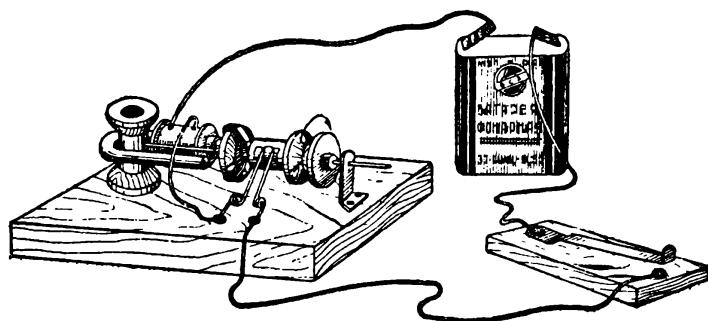

Рис. 116. Электромотор.
На рис. 116 показан самый простой электромотор, его действие познакомит вас с общим принципом, положенным в основу работы настоящих больших электромоторов.
Из балалаечной струны или другой подходящей проволочки изготовьте две щетки (6). Их устройство показано на рис. 116 и 117. Пружинку щетки изогните вокруг 2—3-миллиметрового гвоздика. Если не сумеете сделать такие щетки, то можно заменить их жестяными (рис. 70).
мотора (рис. 116). Прежде всего установите на панель в точку «а» статор. В его отверстие вставьте длинный конец оси якоря, а на другой конец оси наденьте и укрепите на гвоздиках опору (деталь 10, рис. 117). Когда это сделаете, приступите к регулировке мотора.
Под гвоздики, которыми прикреплены щетки, заложите короткие концы проводов и присоедините к мотору ключ и батарею, как это показано на рис. 116.
Теперь отрегулируйте положение шейки (2), на которой укреплены пластины коллектора. Когда пластины якоря (при вращении якоря по стрелке) стоят перпендикулярно (между полюсами магнита), в это время щетки должны касаться края пластинок коллектора (см. рис. 116). И наоборот, когда пластины якоря находятся у полюсов магнита, щетки должны уже сойти с коллекторной пластины. Достигается это правильной насадкой шейки с коллекторными пластинами и ободка с пластинами якоря. Поэтому для регулировки прежде всего необходимо правильно насадить эти детали.